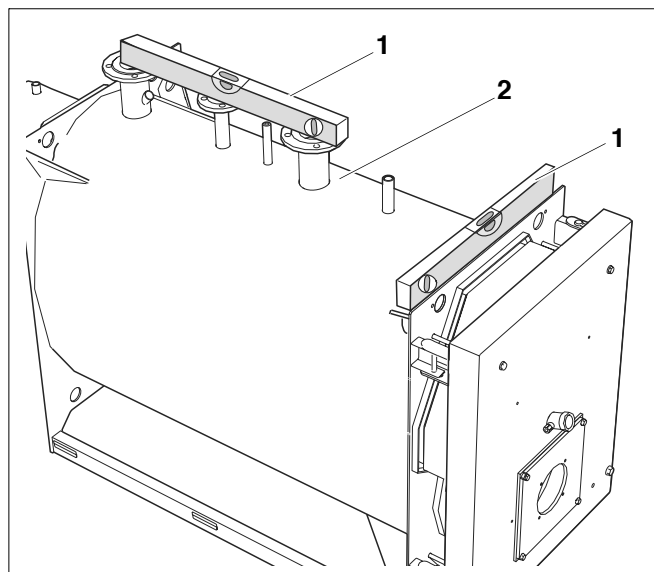

Fig. 8 Orientarea cazanului de încălzire
Orientați cazanul (fig. 8, **poz. 2**) pe orizontală și pe verticală, astfel încât să nu se poată acumula aer în cazan.
- Orientați cazanul (fig. 8, **poz. 2**) așa cum este prezentat în fig. 8, cu ajutorul unei nivele cu bulă de aer (fig. 8, **poz. 1**), pe orizontală și pe verticală.